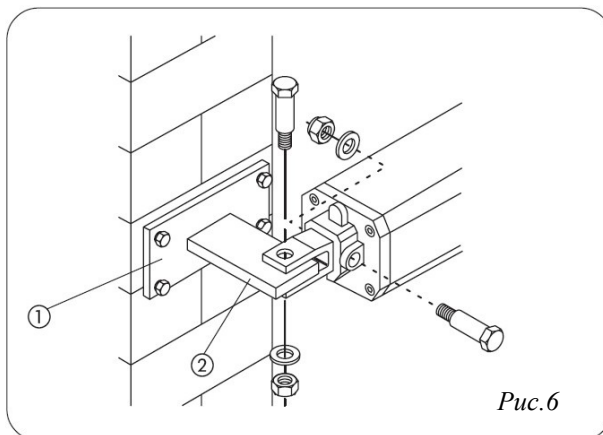

Рис.6
- Для стальных столбов: аккуратно приварите задний кронштейн непосредственно к столбу (Рис.6 ②);
- В) закрепите с помощью анкеров подпятник кронштейна на столбе (Рис. 6 ①) и затем аккуратно приварите задний кронштейн к подпятнику как показано на Рис.6
- 2) Прикрепите привод к заднему кронштейну с помощью поставляемых в комплекте винтов (Рис.6).